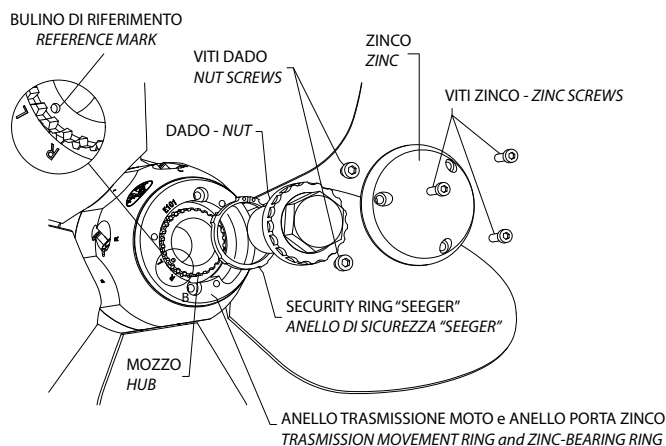

Fig. 7
dubbi: per capire il senso di rotazione del Vostro asse motore, è necessario innestare la marcia avanti e guardare da poppa verso prua. Se l'asse gira in senso orario la rotazione è destrorsa, al contrario se gira in senso antiorario la rotazione è sinistrorsa). Per cambiare il senso di rotazione della MAX PROP® WHISPER, da destrorsa a sinistrorsa o viceversa, procedere come segue, facendo riferimento alla fig. 7.
- Se rimontate l'anello porta-zinco con il dente "R" in corrispondenza del dente del mozzo che ha stampigliato il bulino avrete un elica destrorsa, se invece inserite l'anello con il dente "L" in corrispondenza del dente del mozzo che ha stampigliato il bulino avrete un elica sinistrorsa (vedi fig. 7)